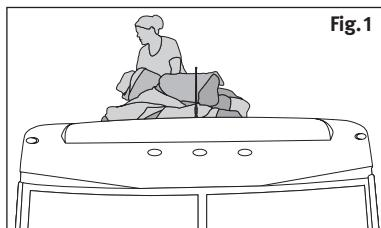
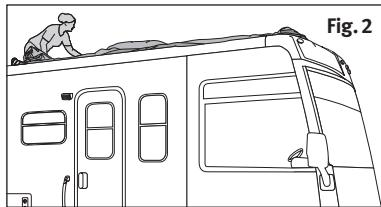

Fig. 1
Fig. 2
2. Con cuidado, trepe al techo y retire la funda de la bolsa de almacenamiento (Fig. 1). Coloque la funda enrollada al frente y centro del techo y desenrollela a lo largo del centro de la caravana hacia la parte trasera (Fig. 2).